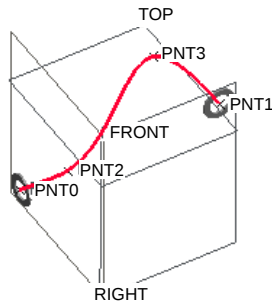
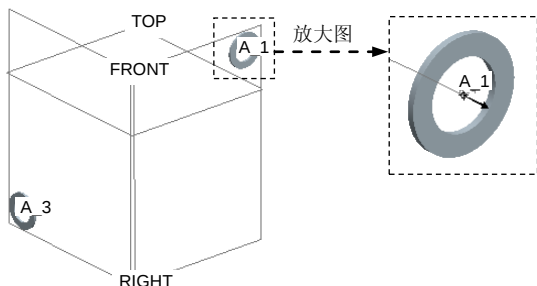
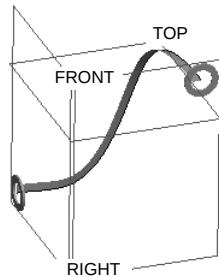

图 6.10.4 曲线 标识 109
图 6.10.5 定义相切的轴和相切方向
图 6.10.6 Var Sect Sweep 1
Step5. 创建图 6.10.4 所示的基准曲线——曲线 标识 109。
(1) 选择下拉菜单 **插入(I)** → **模型基准(M)** → **曲线(C)...** 命令, 系统弹出 **CRV OPTIONS (曲线选项)** 菜单, 依次选择 **Thru Points (通过点)** → **Done (完成)** 命令。
(2) 在 **CONNECT TYPE (连接类型)** 菜单中依次选择 **Spline (样条)** → **Single Point (单个点)** → **Add Point (添加点)** 命令。
(3) 在图形区依次选取图 6.10.4 所示的 PNT0、PNT2、PNT3 和 PNT1 四个基准点, 然后选择 **Done (完成)** 命令。
(4) 双击对话框中的 **Tangency (相切)** 元素, 系统弹出 **DEF TAN (定义相切)** 菜单。
(5) 选取图 6.10.5 中的轴线 A_3 作为起始点相切的轴, 在 **DIRECTION (方向)** 菜单中选择 **Okay (确定)** 命令, 接受系统默认的相切方向。
(6) 选取图 6.10.5 中的轴线 A_1 作为终止点相切的轴, 在 **DIRECTION (方向)** 菜单中选择 **Okay (确定)** 命令, 接受系统默认的相切方向。
(7) 单击“定义相切”菜单中的 **Done/Return (完成/返回)** 命令, 然后单击 **曲线: 通过点** 对话框中的 **确定** 按钮。
Step6. 创建图 6.10.6 所示的可变截面扫描曲面——Var Sect Sweep 1。